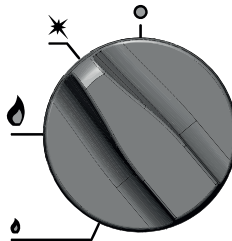

Bild 9. Die Einstellung des Drehknopfes bei der nur der Pilotbrenner durch das Gas versorgt wird
- Den eingedrückten Drehknopf in die Lage „Pilotbrenner“ wie auf dem Bild 9 (gegen den Uhrzeigersinn) umdrehen
- Wenn der Brenner momentan nicht benutzt wird, sollte der ihn steuernde Drehknopf in die Position „Pilotbrenner“ gedreht werden (Bild 9).